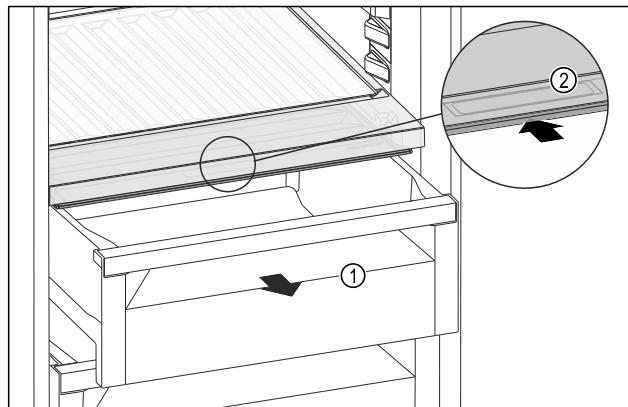

Fig. 117
- Izvucite ladicu Fig. 117 (1).
- Primite ručku Fig. 117 (2) na poklopcu pretinca i istodobno povucite poklopac pretinca prema natrag.